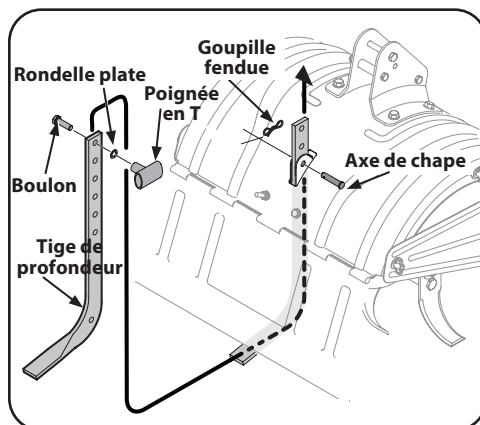

Figure 2-1
2. Dévissez la poignée en T du dessus de la tige de profondeur et retirez la rondelle plate et le boulon. Retirez la goupille fendue de l'axe de chape. Voir Figure 2-1.
5. Insérez le boulon dans le trou supérieur de la tige de profondeur. Placez la rondelle plate et la poignée en T sur le boulon. Puis, vissez bien le boulon. Voir Figure 2-1.